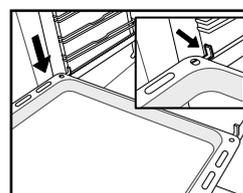

Fig. 5
5. Geben Sie das Zubehör auf die Schienen (Abb. 5, 6).